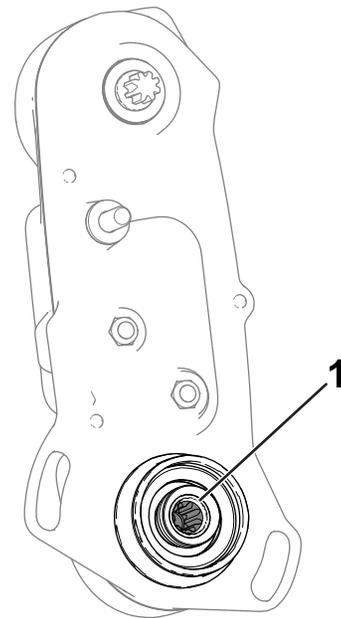

Figure 6
3. Vérifiez s'il reste de la graisse dans l'arbre d'entraînement du cylindre (Figure 6).